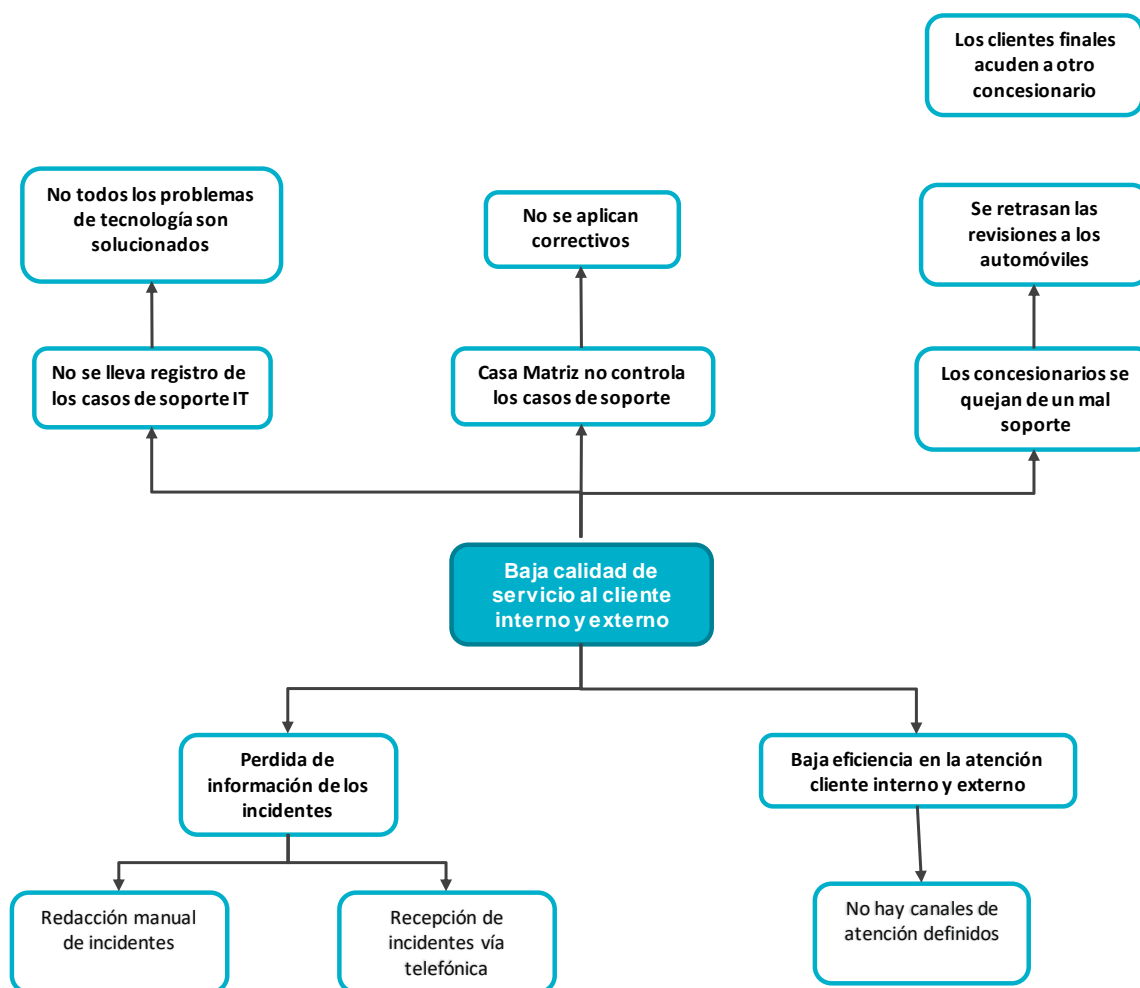

Figura 12. Análisis de problemas. Fuente: Propia.
**4.1.2 Árbol de problemas.** En la figura 12 se detallan las causas y consecuencias del problema principal que se tratará en este proyecto, que es, la baja calidad de servicio al cliente interno y externo